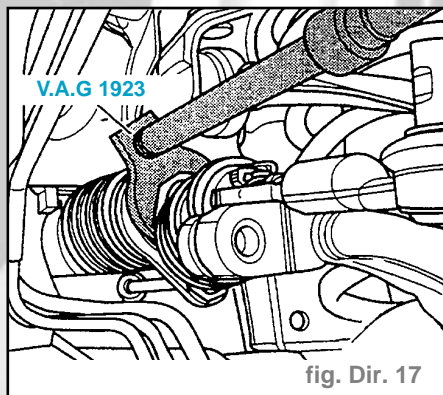

fig. Dir. 17
- Dévisser la barre de direction à l'aide de l'outil VAG 1923 (fig. Dir. 17).